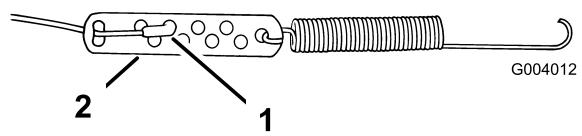

Bild 14
- Haken Sie das Z-Teil aus der Zugeinstellung aus und setzen Sie es in das entsprechende Loch ein, um den korrekten Abstand von 2 bis 3 mm zwischen dem Schaltbügel und dem Griff zu erhalten (Bild 14).